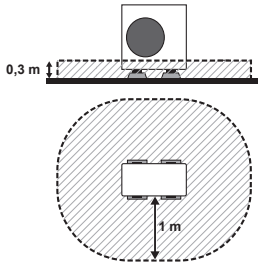

Fig. 3-2
(1) Når den er montert på et sted med et åpent område rundt (Fig. 3-2)